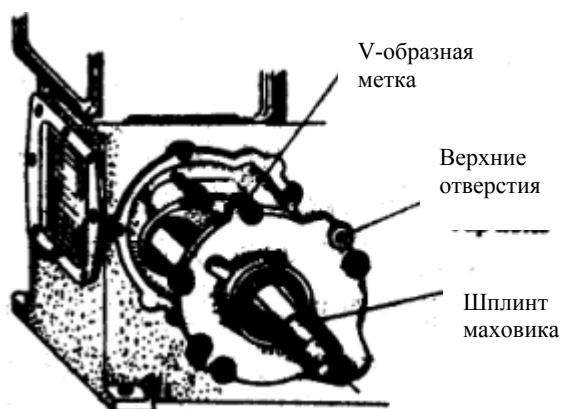

Рис. 27 Демонтаж коленчатого вала
- (5) Извлеките корпус коренного подшипника и коленчатый вал из блока цилиндров, одновременно вворачивая два болта (M8 x 35) в винтовые отверстия на корпусе, как показано на рис. 27.